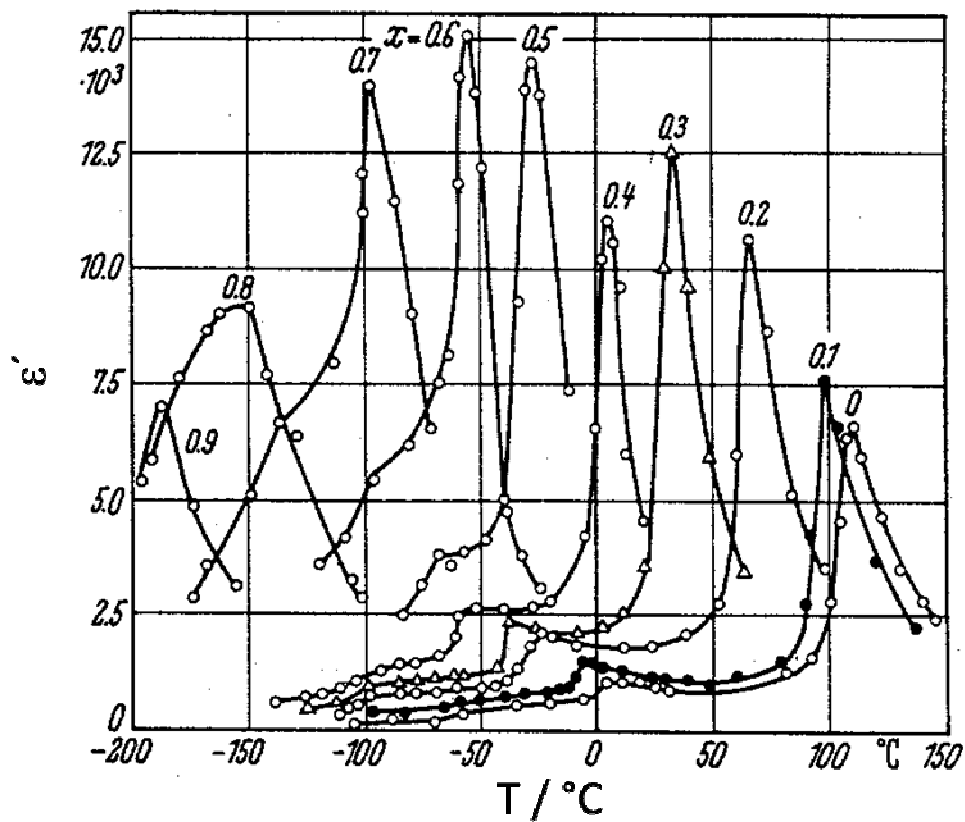

Bild R3-4: $\text{Ba}_{1-x}\text{Sr}_x\text{TiO}_3$ – Permittivität ϵ' über Temperatur T , Parameter: x , Frequenz $f = 740\text{kHz}$
c) Aus welcher der in Bild R3-4 angegebenen Zusammensetzungen wurde die Probe hergestellt? **(1 Punkt)**
- d) Bestimmen Sie die mit Hilfe von *Bild R3-4* die ferroelektrische Umwandlungstemperatur T_C des Materials $\text{Ba}_{0.9}\text{Sr}_{0.1}\text{TiO}_3$, sowie seine Curie-Konstante C . **(3 Punkte)**